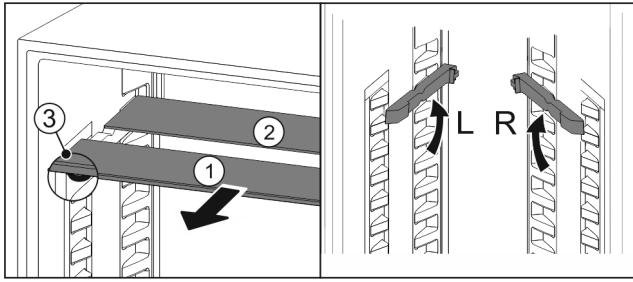

Fig. 90
- ▶ Sortir les tablettes par l'avant Fig. 90 (1).
- ▷ La tablette en verre Fig. 90 (1) avec bordure décorative est située à l'avant.
- ▷ Les butées Fig. 90 (3) sont orientées vers le bas.